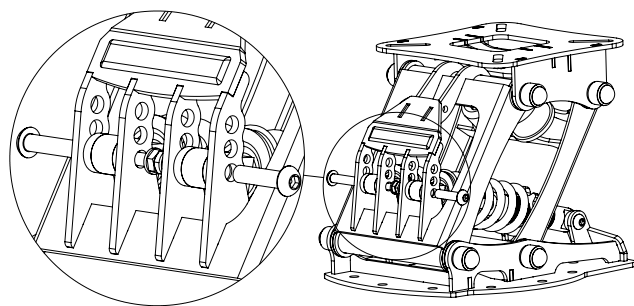

Рис. 3.
4. Закрепите в верхнем месте крепления амортизаторы согласно предполагаемой нагрузке и зафиксируйте их винтами (поз.4 и 6). Как показано на (рис.3).